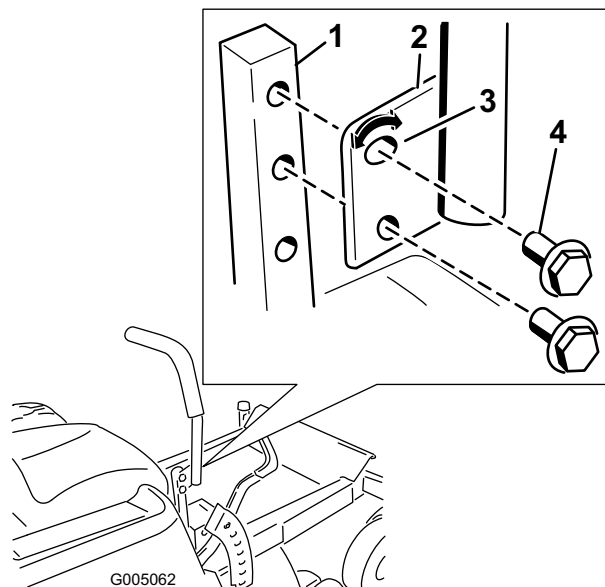

Figure 17
1. Retirez les 2 boulons qui fixent le levier de commande à l'arbre du bras de commande (Figure 17).
2. Placez le levier de commande dans les trous suivants. Fixez le levier avec les 2 boulons (Figure 17).
2. Desserrez le boulon inférieur jusqu'à ce qu'il soit possible de pivoter le levier de commande en avant ou en arrière (Figure 17). Serrez les deux boulons pour fixer la commande à sa nouvelle position.